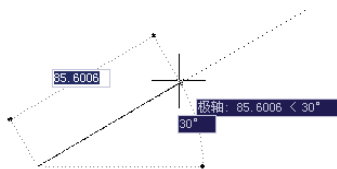

图 1-19 极轴追踪精确定位
**极轴追踪**开关——在用户绘图的过程中，系统将根据用户的设定，显示一条跟踪线，在跟踪线上可以移动光标进行精确绘图。系统的默认极轴为 $0^\circ$ 、 $90^\circ$ 、 $180^\circ$ 、 $270^\circ$ ，用户可以通过“草图设置”对话框中的“极轴追踪”选项卡，修改或增加极轴的角度或数量。也可以在该按钮上右击后选择追踪角度。开关按钮打开时为淡蓝色，关闭时为灰色。如果触发该开关，在状态行中的命令行上会显示“<极轴 开>”或“<极轴 关>”的提示信息。打开极轴追踪绘图时，当光标移到极轴附近时，系统将显示极轴，并显示光标当前的方位，如图 1-19 所示。